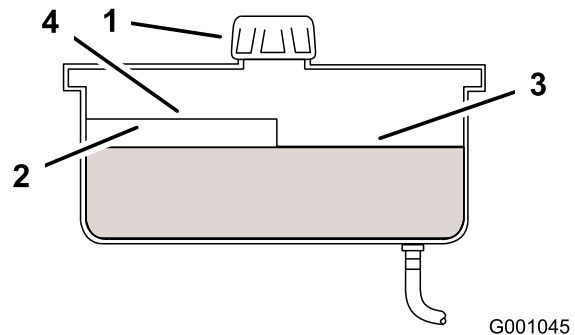

Figura 57
2. Limpie alrededor del cuello de llenado del depósito de aceite hidráulico (Figura 57).
3. Retire el tapón del cuello de llenado. Mire dentro para ver si hay aceite en el depósito (Figura 57).
Nota: El nivel de aceite debe llegar a la parte superior del nivel caliente del tabique cuando el aceite está caliente (Figura 57).